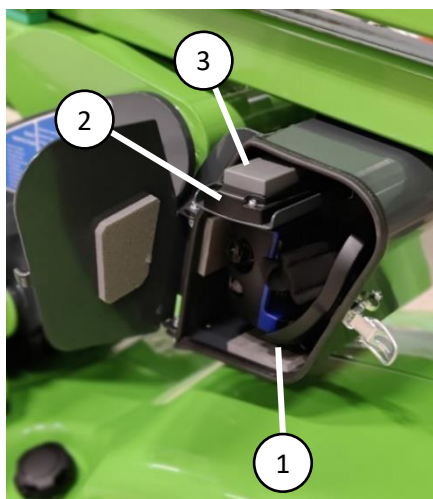

Abbildung 8. Unteres Bedienfeld
- Die Not-Halt-Schalter im oberen (Abbildung 7 (11)) und unteren Bedienfeld (Abbildung 8 (4)) können jederzeit betätigt werden.